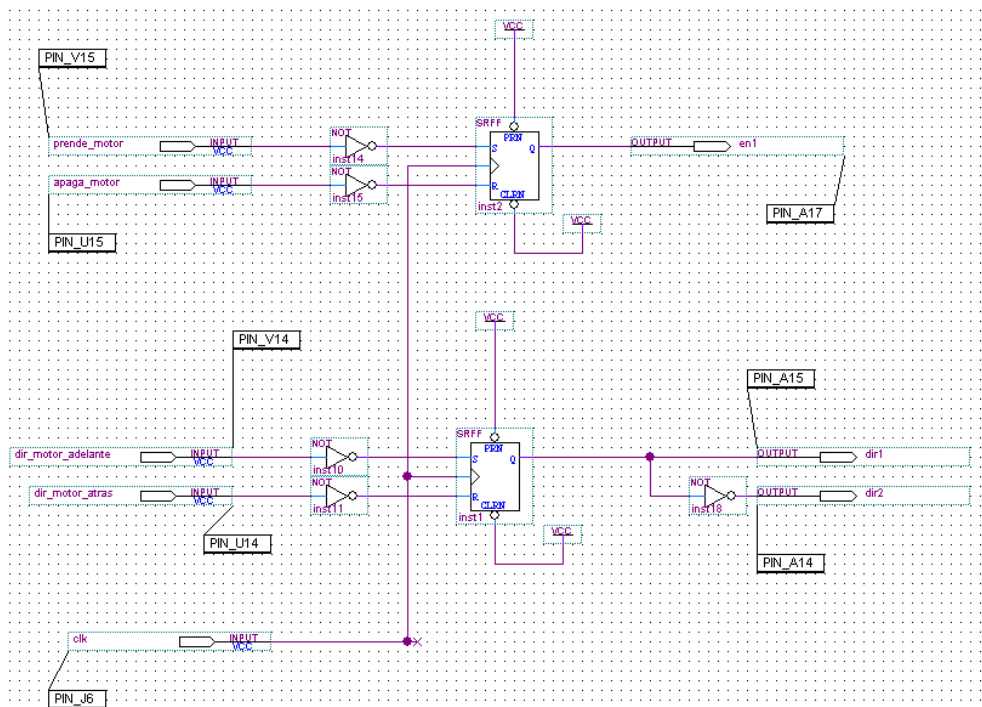

Figura 1. Sistema que prende, apaga y determina la dirección de giro de un motor de DC.
2.- Haga un proyecto nuevo en el sistema de desarrollo Quartus con el diseño mostrado en la figura 1.
Conecte las salidas de éste diseño, en1, dir1 y dir2, utilizando un conector proporcionado por el instructor y usando los pines indicados en la figura 1 a un protoboard, colocando leds para ver su funcionamiento. Las entradas están conectadas a los botones de la tarjeta de Altera. Conecte después las salidas a la etapa de potencia. Pruebe que el motor conectado a ésta funcione apropiadamente. Note que la “not” de la etapa de potencia ya esta incluida en este diseño. En el apéndice B se muestran los pines de la tarjeta de Altera, específicamente el área PROTO_A, en donde se conectara la etapa de potencia. La fuente de alimentación Vss del L293D proviene del PIN con 3.3 volts de esta área, recuerde conectar también la tierra de su protoboard a la tierra de la tarjeta.